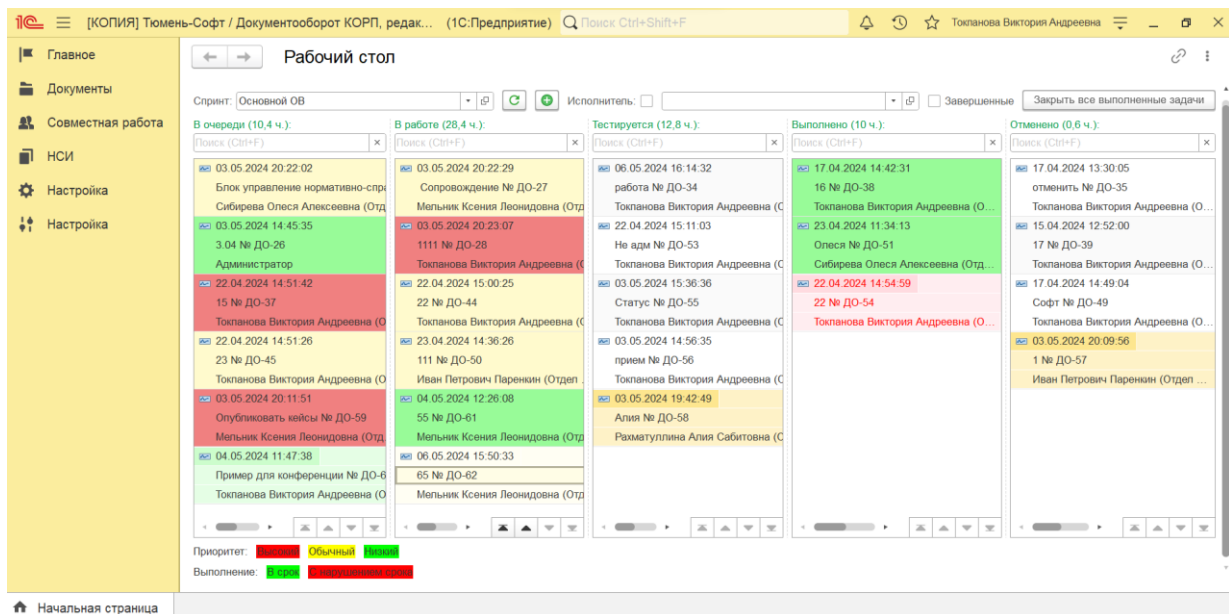

Рис. 1. Начальная страница руководителя
**Результаты.** При открытии документооборота (см. рис. 1) сотруднику сразу отображается главный экран с канбан доской. При первом запуске необходимо выбрать спринт, при повторном доска отображается автоматически.